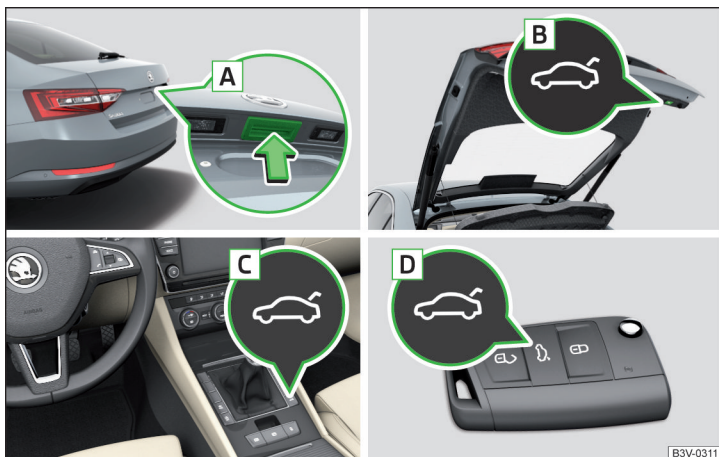

Abb. 41 Klappenbedienung
- ▶ Durch das Drücken des Griffs **A** » Abb. 41.
- ▶ Durch das Drücken der Taste **B** » Abb. 41.
- ▶ Die Taste **B** » Abb. 41 auf Seite 62 gedrückt halten, bis ein akustisches Signal ertönt.
- › Die Taste **B** » Abb. 41 auf Seite 62 gedrückt halten, bis ein akustisches Signal ertönt.
Die Klappe reagiert nicht auf ein Öffnungssignal	Entfernen eines eventuellen Hindernisses (z. B. Schnee), erneutes Öffnen der Klappe » Seite 62 Drücken des Griffs A » Abb. 41 auf Seite 62 und Ziehen der Klappe nach oben